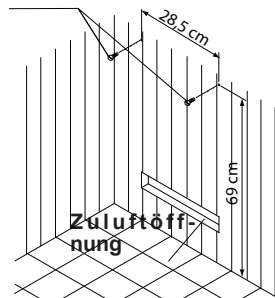

Abb. 3
4. Das Saunaheizgerät mit den Aufnahmeöffnungen an der Rückwand in die Schrauben einhängen (Abb. 3).